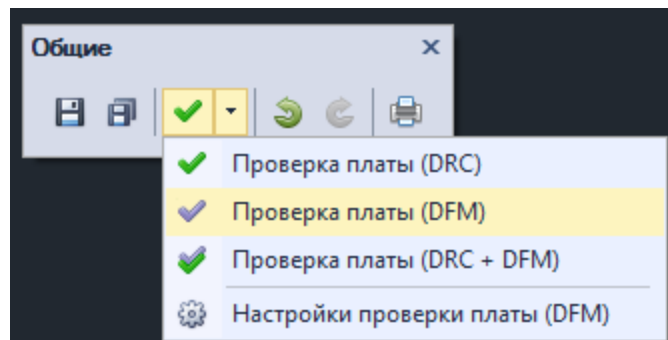

Рис. 380 Запуск DFM-проверки платы
1. На панели инструментов «Общие» рядом со значком  вызвать выпадающий список нажав на значок , после чего из списка необходимо выбрать пункт «Проверка платы (DFM)» см. Рис. 380.